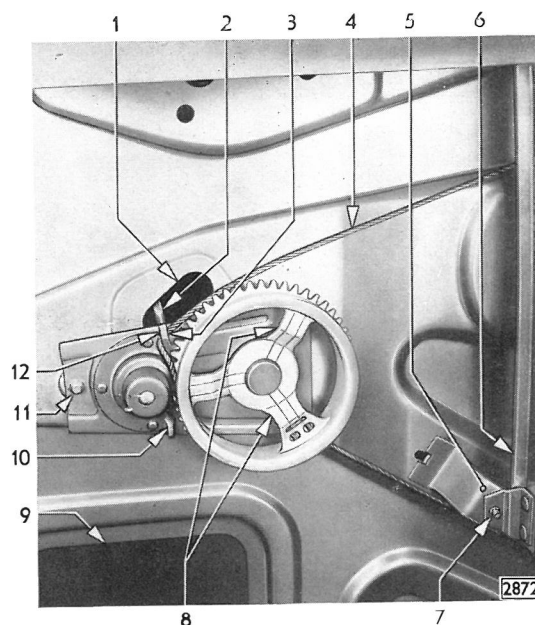

Bild 121 - Festgeklemmtes Seil mit Schraubenzieher aus Haltezunge herauszwängen
- 1 Montageloch zum Einführen eines Schraubenziehers beim Aufbiegen der Haltezunge am Kurbelantrieb (vgl. Bild 121 und 122)